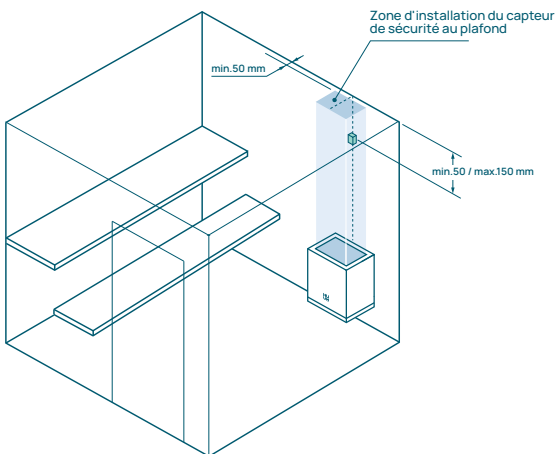

Figure 1. Mise en place du capteur de température/sécurité.
* – Les distances minimales de sécurité au plafond ne sont valables que si le capteur de température/ sécurité est placé dans la zone désignée sur le mur ou le plafond comme indiqué dans la Figure 1.
* – Les distances minimales de sécurité au plafond ne sont valables que si le capteur de température/sécurité est placé dans la zone désignée sur le mur ou le plafond comme indiqué dans la Figure 1.
* – Les distances de sécurité minimales par rapport au plafond ne sont valables que si le capteur de température/ sécurité est placé dans la zone désignée sur le mur ou le plafond comme indiqué dans la Figure 1.